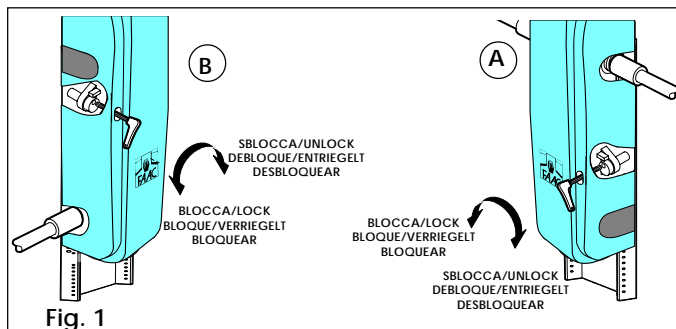

Fig. 1
- **Desde el interior (Fig. 1)** Introducir la llave hueca hexagonal y girarla en la dirección de las agujas del reloj alrededor de medio giro hasta que se pare.
- **Desde el interior (Fig. 1)** Insertar la llave hueca hexagonal y girarla en sentido antihorario alrededor de medio giro hasta que se detenga.